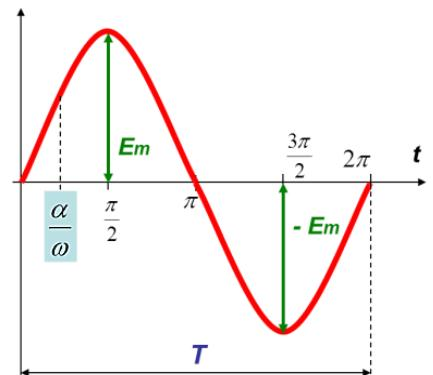

рис.3
- Период T (рис.3) – время, в течение которого происходит весь цикл изменения переменных ЭДС, тока или напряжения; измеряется в секундах (с).
- Амплитудные значения тока I_m , напряжения U_m , эдс E_m (рис.3) – максимальные значения мгновенных величин тока, напряжения и ЭДС.